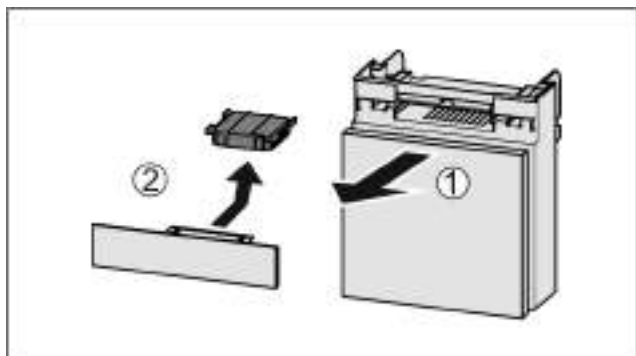

Fig. 151
- Predal izvlecite Fig. 151 (1) naprej.
- Odstranite Fig. 151 (2) aktivni ogljeni filter.